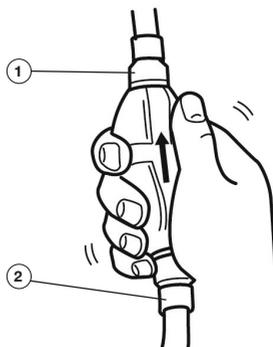

Рис. 33 Топливный насос
3. Нажимайте на топливный насос до тех пор, пока не почувствуете, что он наполнился (Рис. 33).